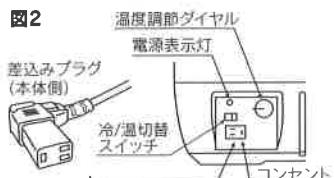

図3 MHD14F-Dのみ
2. 冷/温切替スイッチをいすれかに合わせてください。(図3 MHD14F-Dのみ)